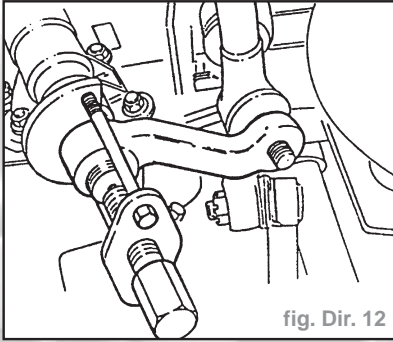

fig. Dir. 12
- Déposer le levier de direction du boîtier de direction, utiliser l'extracteur **KM-786-A** (fig. Dir. 12).